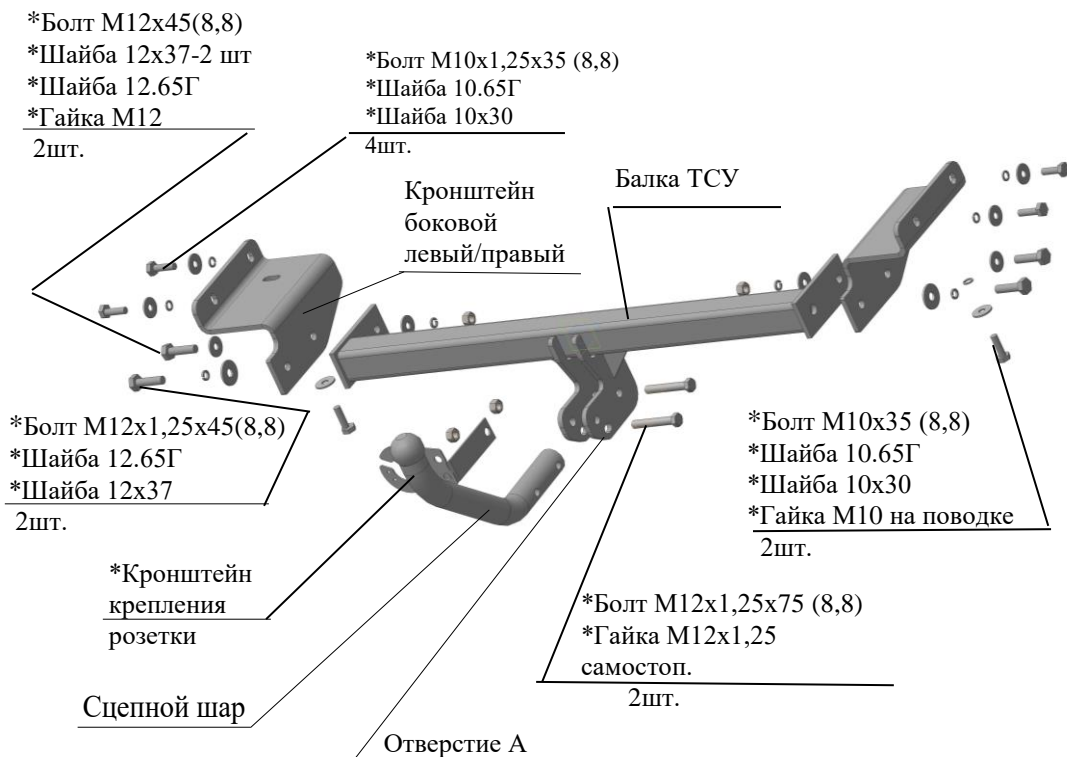

Рис.1 Тягово-сцепное устройство ТСУ 7260.
2.1 ТСУ 7260 в сборе (рис.1)	1 шт.
2.2 Пакет с комплектующими (см. рис.1)	1 шт.
4.3 Закрепить боковые кронштейны ТСУ (левый и правый соответственно рис.1) к боковым наружным полкам лонжеронов а/м болтами М10х1,25х35 используя гайки штатные, подложив под головки болтов шайбы 10.65.Г и шайбы 10х30. Закрепить кронштейны к нижним полкам лонжеронов болтами М10х35 и гайками М10 на поводке (вставив гайки на поводке внутрь лонжеронов), и подложив под головки болтов шайбы 10.65Г и шайбы 10х30. Крепеж не затягивать.